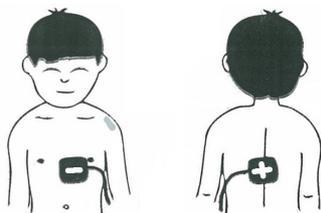

Fig. 4.3 Puntos de aplicación para niños con un peso inferior a 25 kg
1. Limpie y seque los puntos de aplicación de los electrodos (consulte la Fig. 4.3). Limpie la piel frotando enérgicamente con un paño seco.
2. Coloque un electrodo a la izquierda de la tetilla derecha tal como se muestra en la Fig. 4.3
3. Coloque el segundo electrodo en la espalda al mismo nivel que el electrodo del pecho tal como se muestra en la Fig. 4.3.